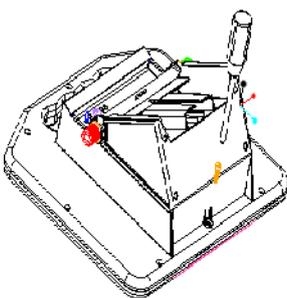

Abb. 4
1. Stellen Sie das Gerät auf eine ebene Fläche. Öffnen Sie das Batteriefach mit einem Schraubendreher (siehe Abb. 4).